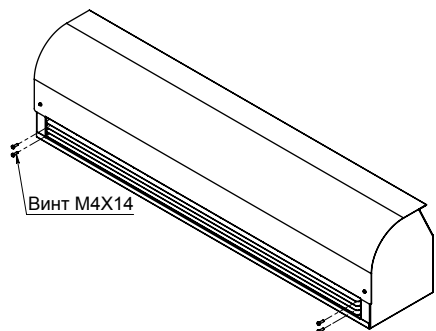

Рисунок 5
- С передней воздуховыпускной решетки выкрутить крепежные винты М4х14 по 2 шт. с каждой стороны (см. рисунок 5).